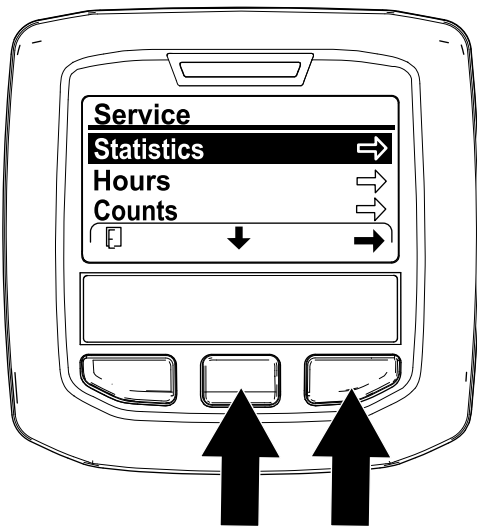

Figura 104
- En la pantalla SERVICE (Mantenimiento), pulse el botón central del InfoCenter hasta que se seleccione la opción STATISTICS (Estadísticas) y, a continuación, pulse el botón derecho (Figura 104).